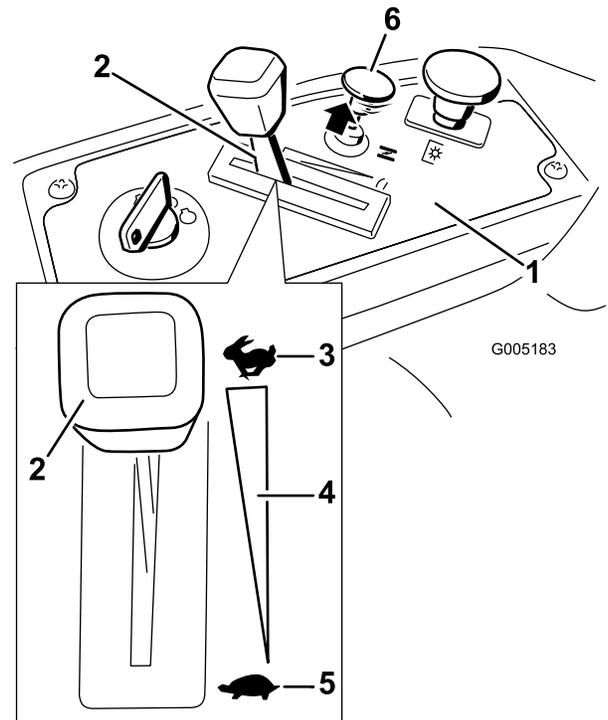

Figure 12
- Tirez sur la commande de starter pour démarrer un moteur à froid (Figure 12).